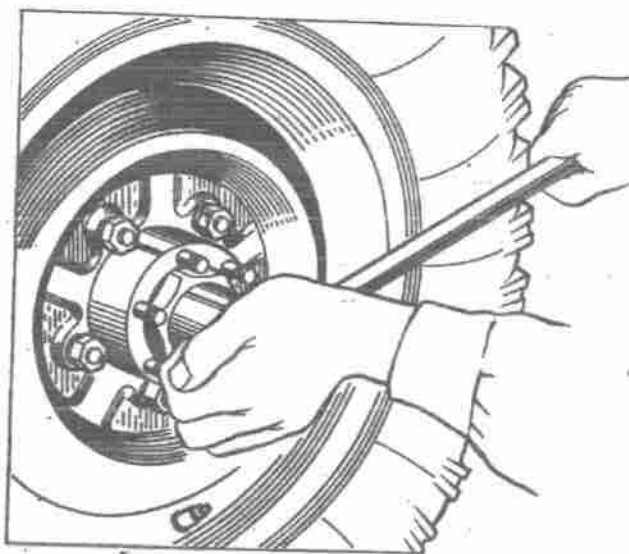

Bild 190. Einstellen der Radnabenlager
6. Einstellmutter der Radlager mit Hilfe eines Rohrschlüssels und Windeisens (Länge 300...350 mm) mit einer Hand anziehen, bis das Rad sich schwer durchdrehen läßt (Bild 190). Beim Anziehen der Mutter das Windeisen des Schlüssels gleichmäßig und rucklos belasten und das Rad hierbei ununterbrochen durchdrehen, damit die Lagerrollen sich richtig auf den Laufringen anordnen.